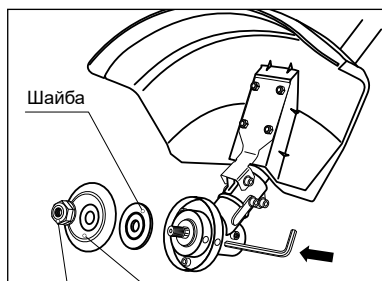

рис. 9
1. Совместите отверстия в чашке редуктора и фланцевой шайбе. Вставьте металлический стопорный стержень или шестигранный ключ из комплекта поставки в отверстия чашки редуктора и фланцевой шайбы. Вращая гайку по часовой стрелке, снимите ее, а также чашку и шайбу со шпинделя редуктора (рис. 9).
4. Совместите отверстие во фланцевой шайбе с отверстием в чашке редуктора (рис. 9). Вставьте металлический стопорный стержень в отверстие чашки редуктора и в отверстие фланцевой шайбы.